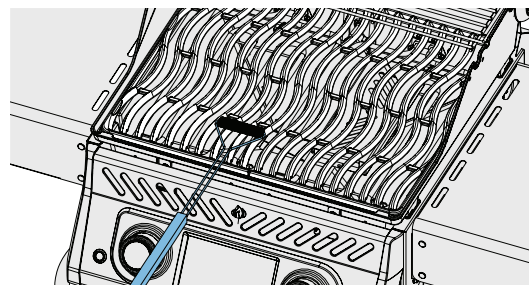

Fig. 4
- Grillgaller i rostfritt stål kan rengöras genom att förvärma grillen och använda en stålborste för att ta bort rester. (Fig. 4)